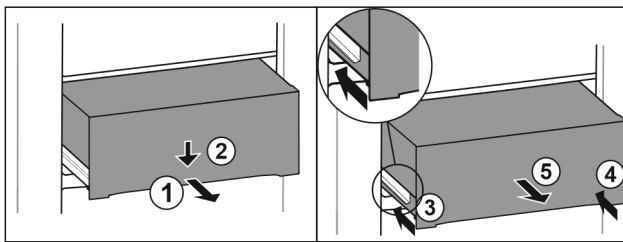

Fig. 179
- ▶ Витягніть ящик на половину. Fig. 179 (1)
- ▶ Спрямуйте висувний ящик вниз спереду. Fig. 179 (2)
- ▶ Вставте ліву рейку приблизно на 2 см. Fig. 179 (3)
- ▶ Вставте праву рейку приблизно на 2 см. Fig. 179 (4)
- ▶ Вийняти висувний ящик рухом вперед. Fig. 179 (5)